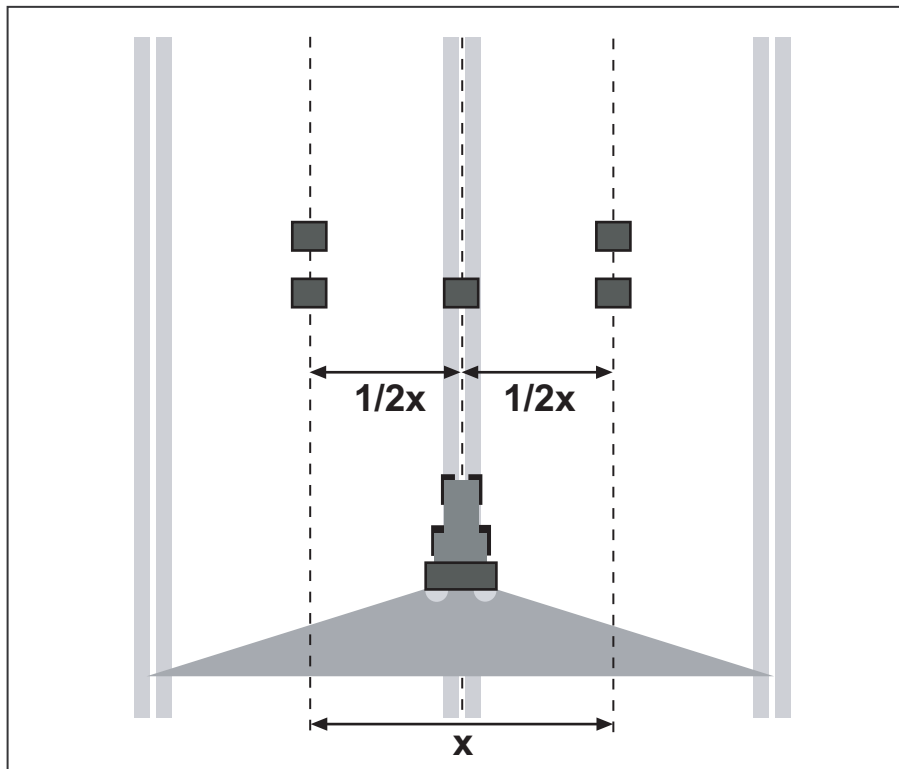

Рисунок 7.22: Установка для одного прохода
- Установите по два поддона на расстоянии **1 м** один за другим в зонах перекрытия (между технологическими колеями) и один поддон внутри технологической колеи (согласно Рис. 7.22).